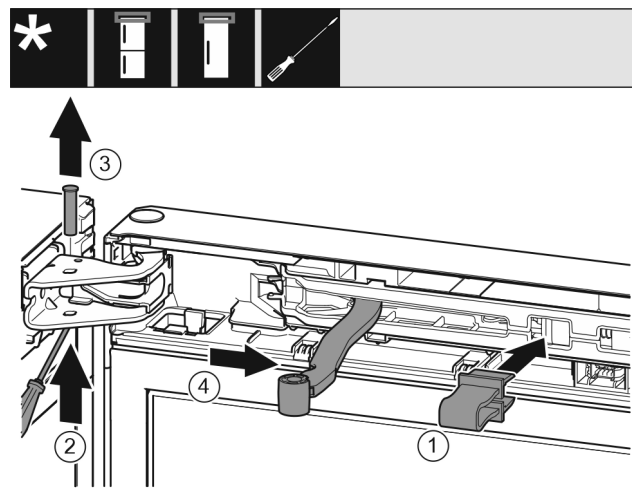

Fig. 9
- Sicherung Fig. 9 (1) in Öffnung einrasten.
- Bolzen Fig. 9 (2) herauschieben.
- Bolzen Fig. 9 (3) nach oben herausnehmen.
- Gelenk Fig. 9 (4) in Richtung Tür drehen.